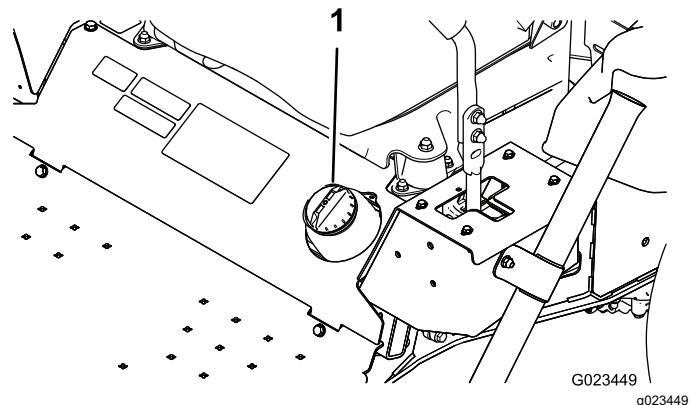

Figure 19
- Nettoyez la surface autour du bouchon du réservoir de carburant (Figure 19).